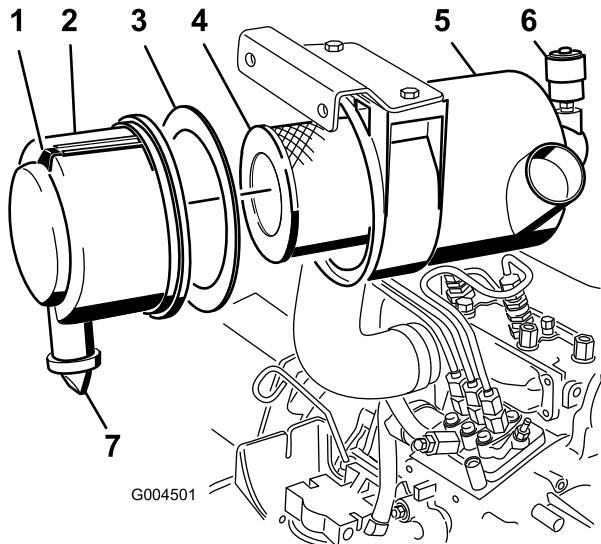

Figura 45
- Effettuate la manutenzione dell'elemento filtrante quando la spia (Figura 45) diventa rossa, oppure ogni 400 ore (più spesso in condizioni estreme di polvere o mordorio). Non eccedere nella revisione del filtro dell'aria.
- Tirate il fermo verso l'esterno e ruotate il coperchio del filtro in senso antiorario (Figura 45).
- Togliete il coperchio dal corpo del filtro dell'aria (Figura 45).
- Togliete il filtro primario e sostituitelo (Figura 45).
- Verificate che la guarnizione in schiuma sintetica sia stata montata nel coperchio e che non sia strappata o danneggiata (Figura 45). Se è danneggiata, sostituitela.
- Togliete la valvola di uscita in gomma dal coperchio (Figura 45).
- Se la spia è rossa, azzerate l'indicatore (Figura 45).